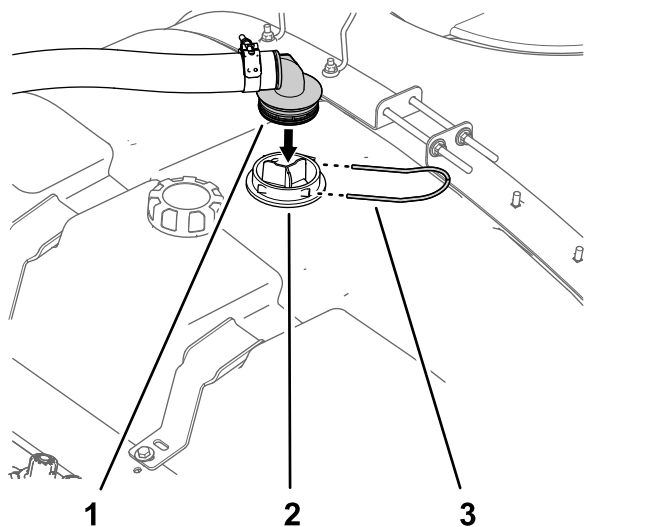

图 18
1. 将供水软管的 90° 宝塔接头与吸入滤网的外壳对齐图 18。
2. 使用在 卸掉冲洗水箱 (页码 5) 的步骤 1 中卸下的固定叉将 90° 度宝塔接头固定到外壳上图 18。